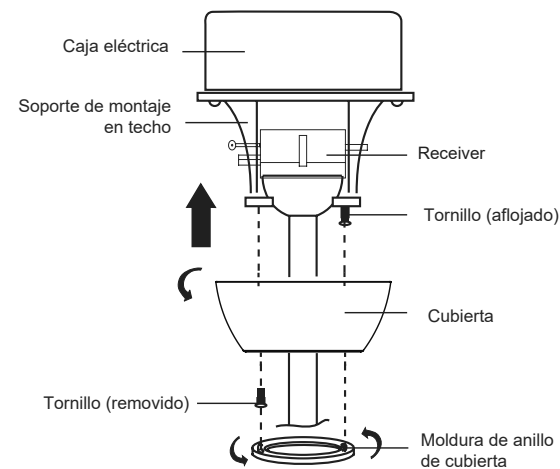

Fig. 15
Paso 2. Levanta con cuidado la cubierta hasta el soporte de montaje del techo y coloca la ranura de la cubierta sobre la cabeza del tornillo del soporte de montaje del techo. Gira la cubierta hasta que encaje en su sitio contra el tornillo en la sección estrecha de la ranura. **(Fig. 15)**
NOTA: Ajusta los tornillos según sea necesario hasta que la cubierta y la moldura de anillo de cubierta queden bien ajustados. **(Fig. 15)**